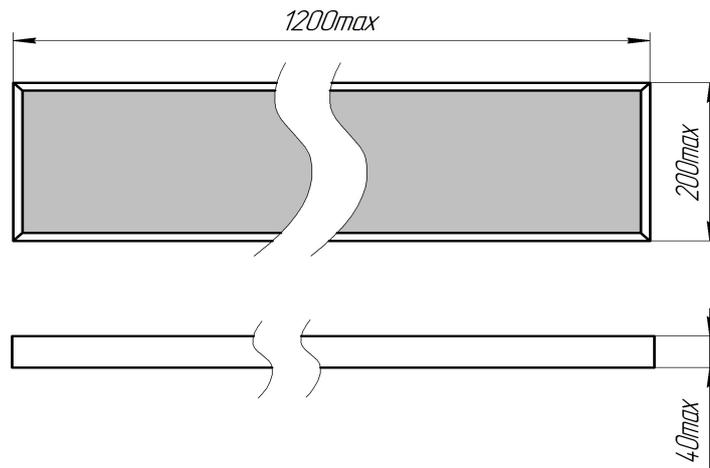

Рисунок 1
1.4.1. Светильник состоит (см. Рисунок 1) из корпуса, изготовленного из металла, защитного стекла, светодиодных полупроводниковых модулей, источника питания блока аварийного питания, аккумуляторной батареи и контактного устройства.